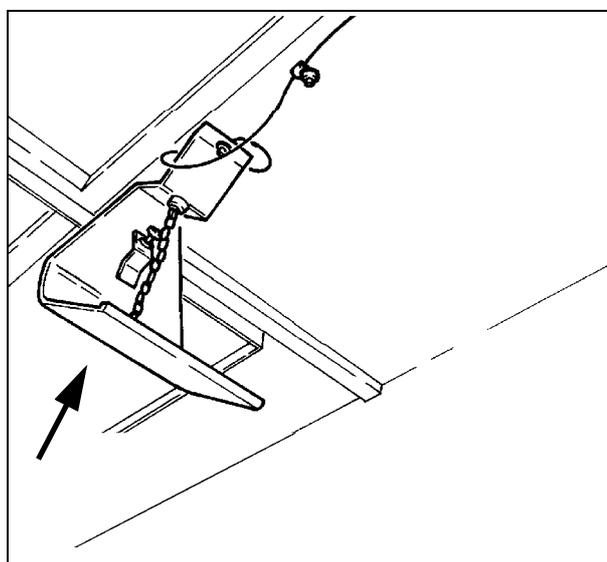
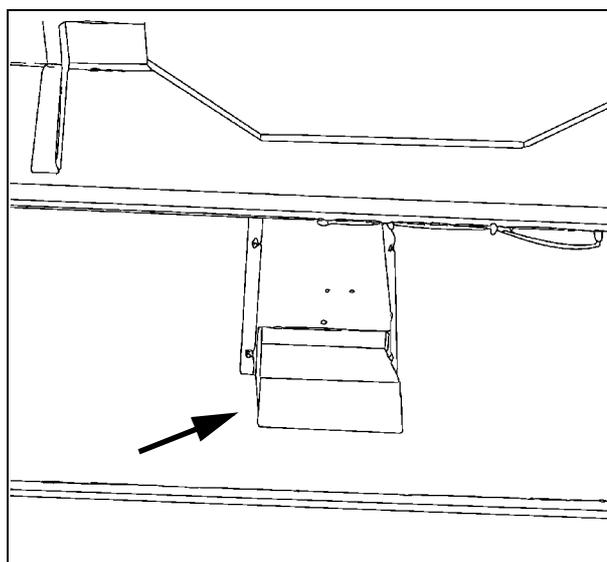

Рис. 27
Рис. 28
- работу аварийной сигнализации перегрузки клавишного соломотряса (Рис. 27) и засорения соломорезки (Рис. 28). Давление на дефлектор вызовет срабатывание главного устройства подачи звукового сигнала.